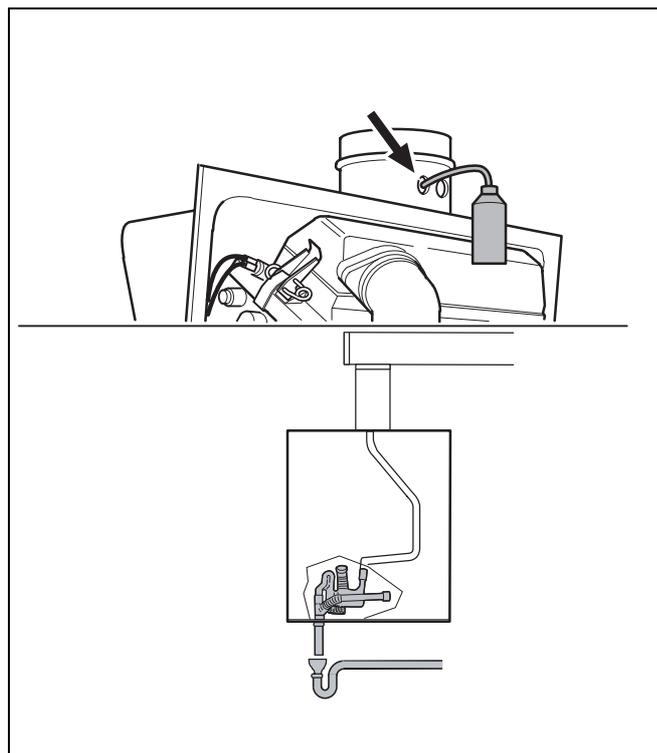

Fig. 36 Controllo del funzionamento del bypass di condensa
- Spruzzare dell'acqua (ad esempio con un vaporizzatore) nel punto di misurazione di sinistra per i gas combusti (fig. 36) e controllarne il corretto passaggio attraverso il bypass della condensa.